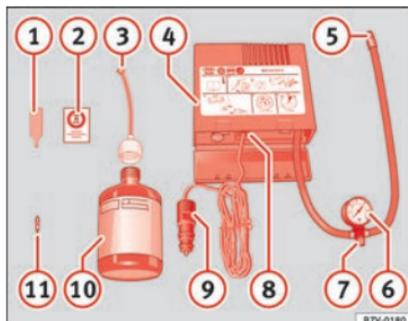

Abb. 60 Prinzipdarstellung: Bestandteile des Pannensets
- Ventilkappe und Ventileinsatz vom Reifenventil abschrauben. Verwenden Sie den Ventileinsatzdreher » Abb. 60 ① zum Heraus-schrauben des Ventileinsatzes. Legen Sie den Ventileinsatz auf einem sauberen Untergrund ab.
- Reifendichtmittelflasche kräftig schütteln » Abb. 60 ⑩.
- Schrauben Sie den Einfüllschlauch » Abb. 60 ③ auf die Dichtmittelflasche. Die
- Verschlussstopfen vom Einfüllschlauch » Abb. 60 ③ entfernen und das offene Ende ganz auf das Reifenventil stecken.
- Ventileinsatz mit dem Ventileinsatzdreher » Abb. 60 ① wieder in das Reifenventil schrauben.
- Reifenfüllschlauch » Abb. 60 ⑤ des Luftkompressors fest auf das Reifenventil schrauben.
- Prüfen, ob die Luftablassschraube » Abb. 60 ⑦ zuge dreht ist.
- Stecker » Abb. 60 ⑨ in die 12 Volt-Steckdose des Fahrzeugs stecken » 📖 Seite 146.
- Luftkompressor mit dem EIN- und AUS-Schalter » Abb. 60 ⑧ einschalten.